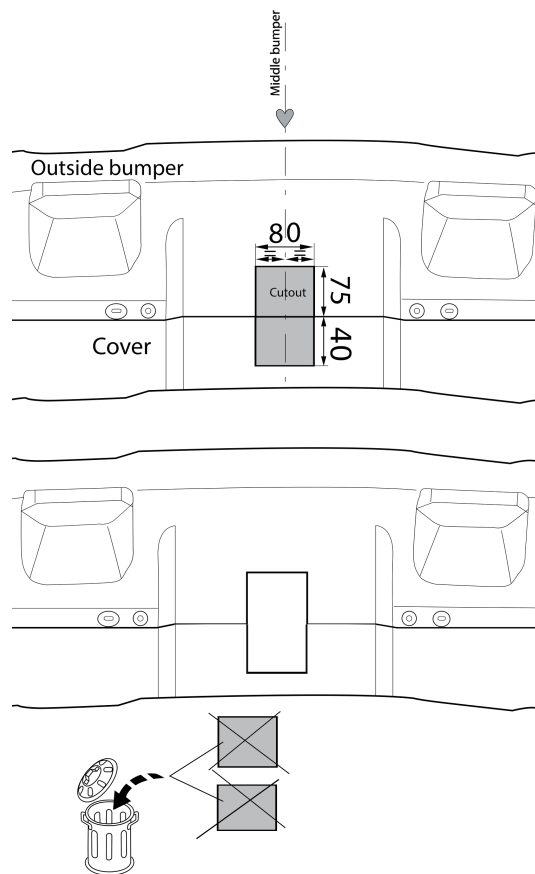

Fig. 2
9. Выпилить обозначенную часть, как указано на рис. 2.